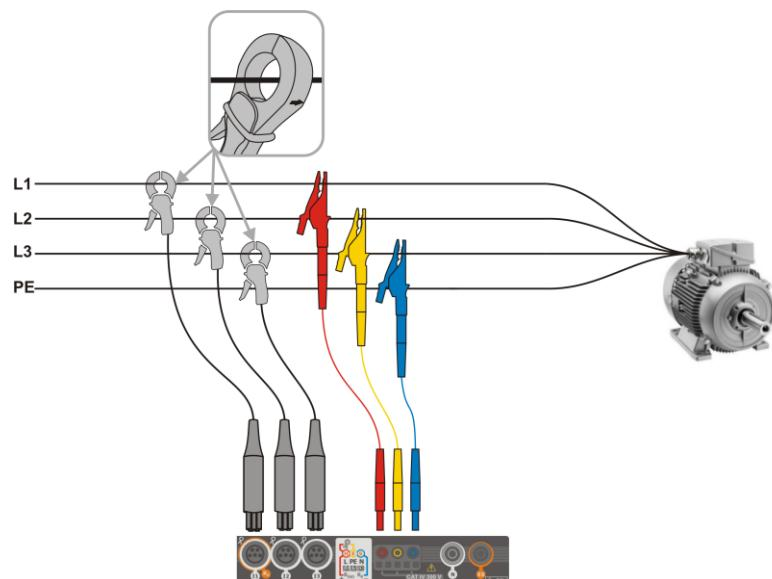
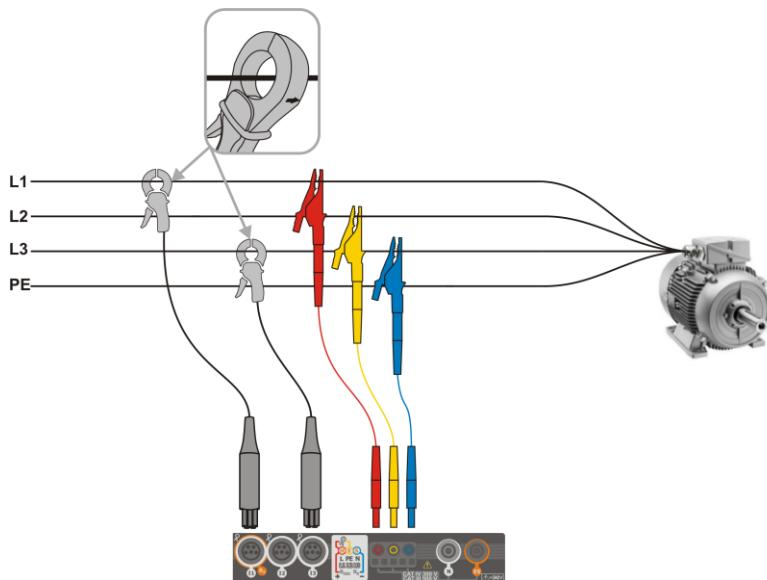

Рис. 6.7 Схема подключения – трехфазная цепь с тремя рабочими проводами
Рис. 6.8 Схема подключения – трехфазная цепь с тремя рабочими проводами (измерение токов методом Arona)
- Трехфазная 3-х проводная (Рис. 6.7, Рис. 6.8).
В 3-х проводных сетях переменного тока можно измерить токи методом Аронса (Рис. 6.8), при использовании только двух пар клещей, измеряющих линейные токи I_{L1} и I_{L3} . Ток I_{L2} тогда рассчитывается по формуле: